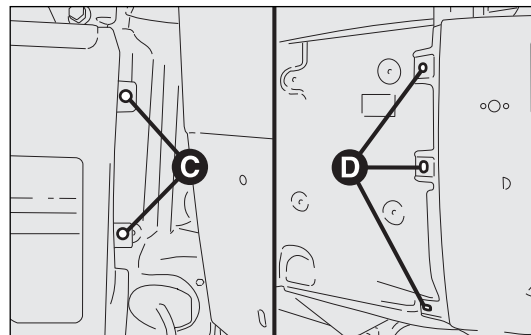

fig. 199
- ☐ quitar las dos fijaciones C-fig. 199 del lado de la puerta trasera, a las que se accede abriendo un poco la puerta;
- ☐ desatornillar las tres fijaciones laterales D del lateral, a las que se accede retirando la moldura lateral fig. 199. Para desmontar la moldura hay que quitar los tres tornillos autorroscantes inferiores y soltar con cuidado los pasadores para evitar que se rompan. Si se rompiera alguno de los pasadores, debería sustituirse;